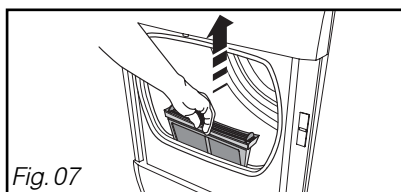

Fig. 07
- Sáquelo de su compartimento tirando de abajo hacia arriba (Fig. 07)